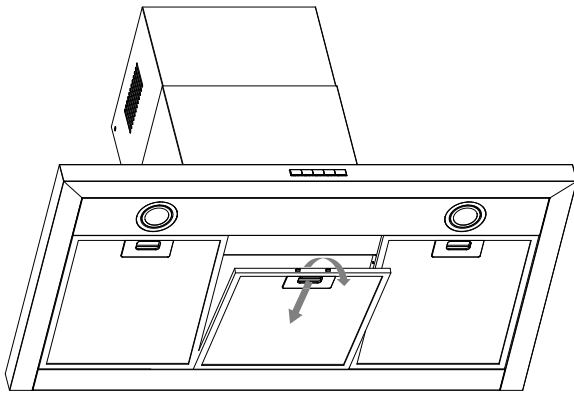

Fig.8
- Saque los filtros antigrasa (ver Fig. 8.)